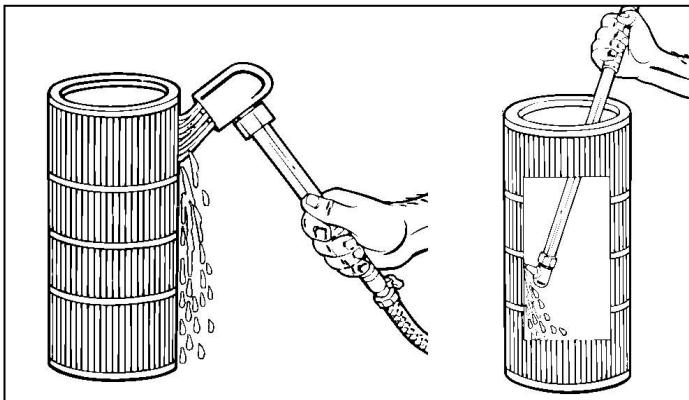

Bild 10 – Reinigen der Patrone
10. Reinigen Sie den entnommenen Filter (Bild 10) unter fließendem Wasser und lassen Sie ihn trocknen. Wenn Sie einen Ersatzpatrone haben, können Sie die Pumpe sofort wieder laufen lassen.